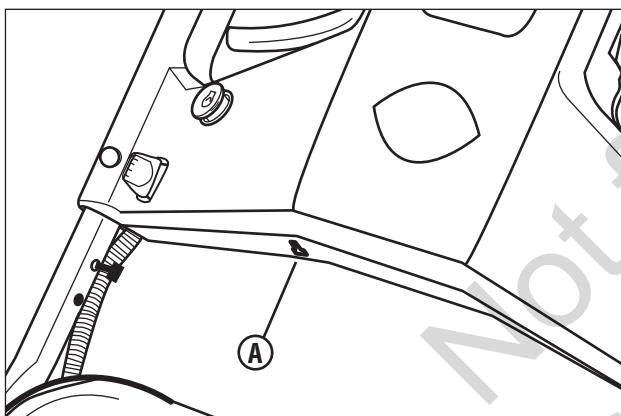

Figura 11: Puerto de carga de la batería
1. Con la ayuda del cargador suministrado, enchufe el conector del cargador en el puerto de carga de la batería (A, **Figura 11**). Enchufe el cargador en un tomacorriente y cargue la batería durante 12-24 horas. (Si la tiene cargando durante más tiempo, la batería resultará dañada.)